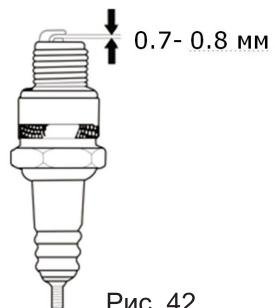

Рис. 42
4. Проверьте зазор между электродами. Он должен составлять 0.7-0.8мм. При необходимости отрегулируйте зазор (рис. 42).